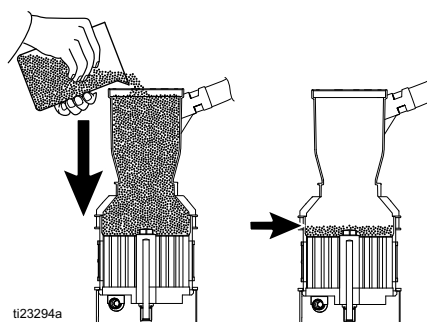

図 21
6. 1 日の吐出が完了したら、材料レベルが溶解装置のコアまで減るまで廃棄容器に吐出します。図 21 のように設置します。